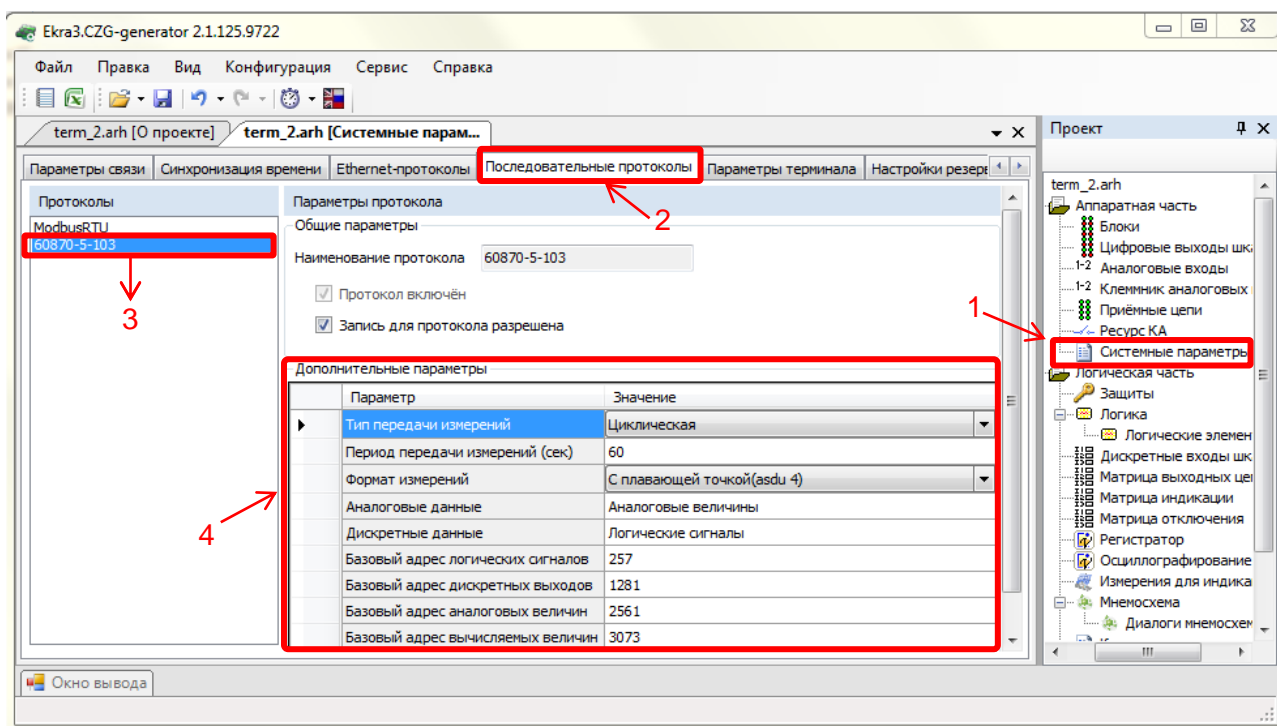

Рисунок 9 – Конфигурирование протокола передачи данных МЭК 60870-5-103
4.2.1 В «дереве» проекта программы Конфигуратор выбрать раздел **Системные параметры** и открыть окно, дважды щёлкнув мышкой на соответствующий пункт «деревя» проекта (см. рисунок 9, обозначение 1).
4.2.2 Выбрать вкладку **Последовательные протоколы** (см. рисунок 9, обозначение 2).
В поле **Протоколы** выбрать протокол МЭК 60870-5-103: 60870-5-103 (см. рисунок 9, обозначение 3).
Пример конфигурирования параметров протокола МЭК 60870-5-103 приведен на рисунке (см. рисунок 9, обозначение 4).